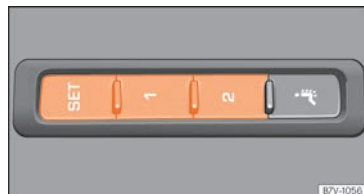

Fig. 161 Teclas de memoria en la parte exterior del asiento del conductor.
- Mantenga pulsada la tecla **(SET)** durante más de un segundo »» **fig. 161.**